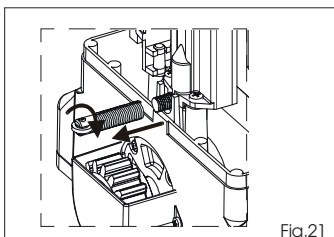

Fig.21
- Per sfilare la molla ruotarla in **sensu orario** e tirare come in Fig.21. L'operazione richiede una certa forza.